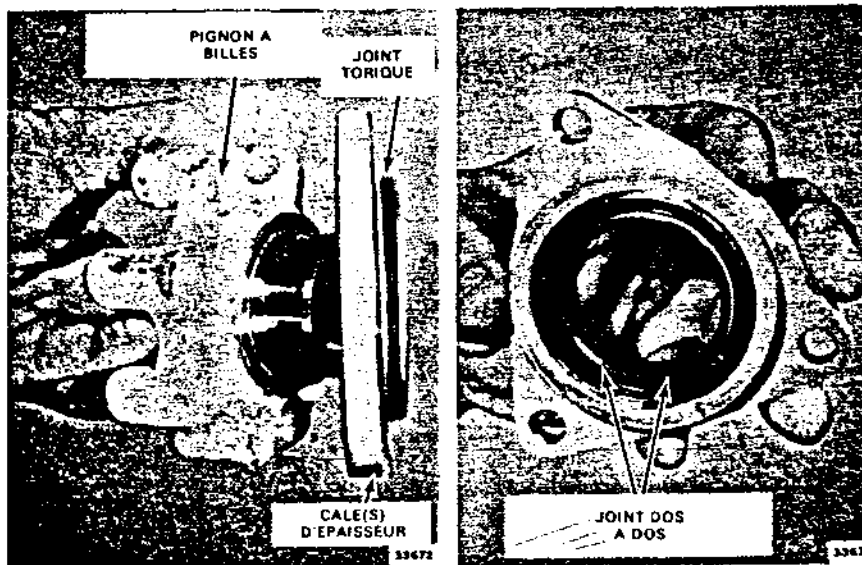

Figure 6-7
1. Déposer l'arrêt de joint de l'arbre de transmission et vérifier si le joint ou le joint torique est usé ou défectueux (voir Figure 6-7).